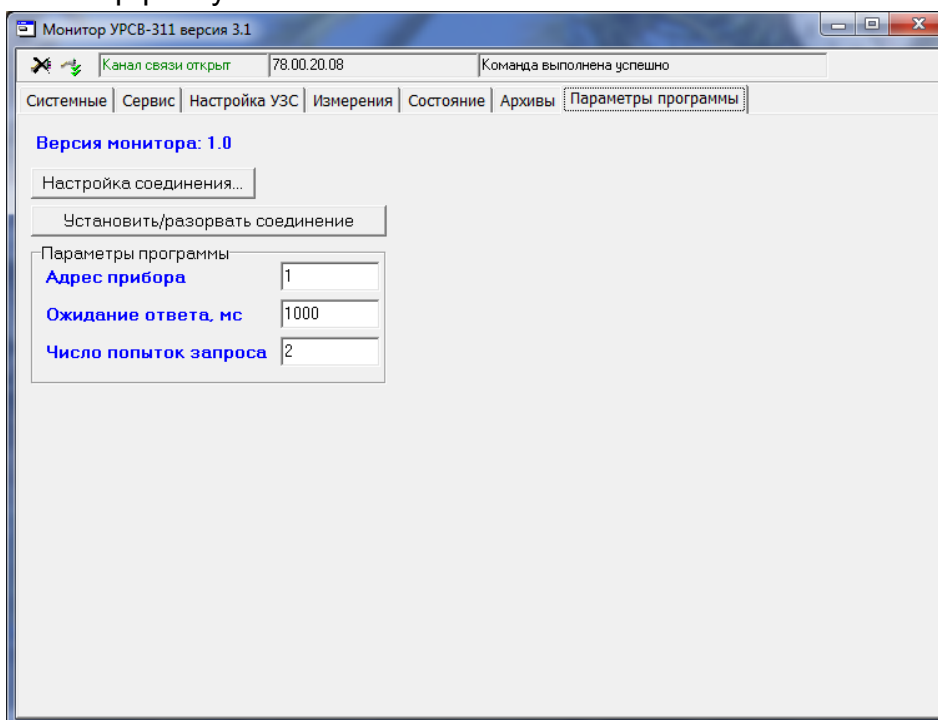

Рис.13. Окно «Параметры программы» программы «Монитор УРСВ-311».
- 4.1.7. В окне «**Параметры программы**» (рис.13) производится настройка программы для связи с расходомерами, объединенными в сеть по интерфейсу RS-485.